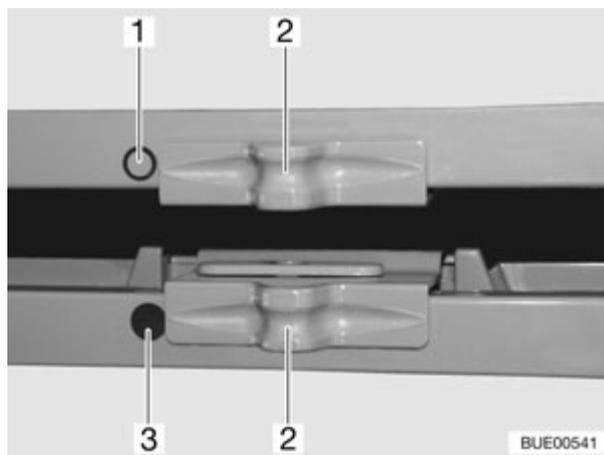

Fig. 162 Dispositif de verrouillage de la porte du réfrigérateur/du compartiment congélation (variante 5)
- Pousser le verrouillage (Fig. 162,2) de côté de telle sorte que l'anneau "○" (Fig. 162,1) soit visible.
- Pousser le verrouillage (Fig. 162,2) de côté de telle sorte que le point "●" (Fig. 162,3) soit entièrement visible.